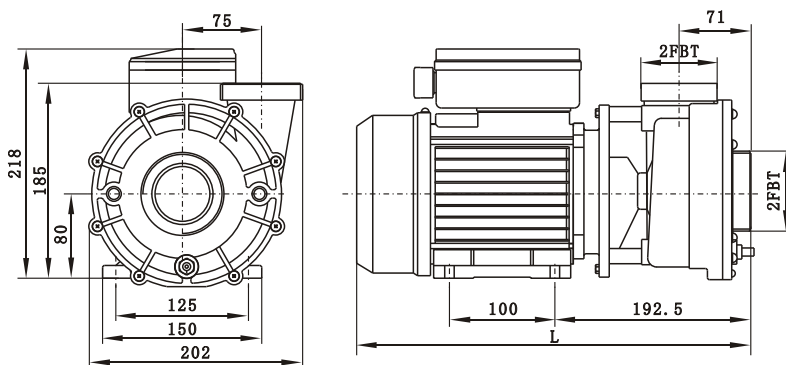

Fig.2
-Las bombas deben ser instaladas horizontalmente. Las dimensiones y posición de la bomba en el soporte se encuentran en (fig.2)